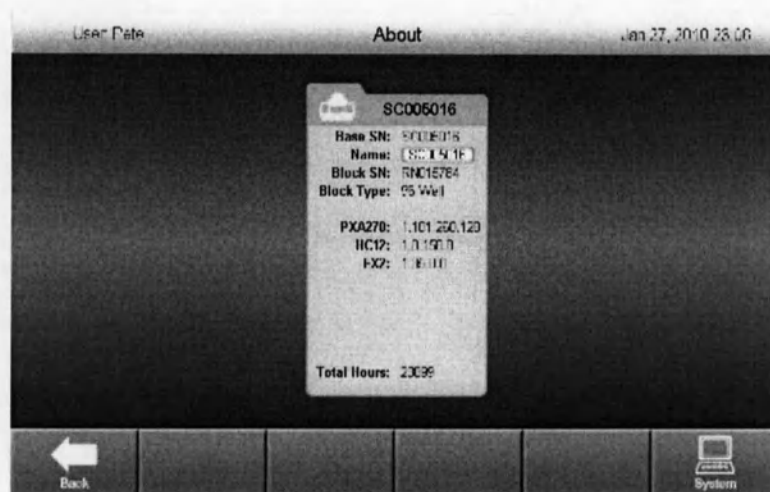

Рисунок 9. Нажмите кнопку Name для изменения имени устройства.
1. В главном меню нажмите кнопку **Tools** для открытия меню инструментов. Нажмите кнопку **About (О программе)**, затем нажмите кнопку **Name (Имя)** (рис. 9).